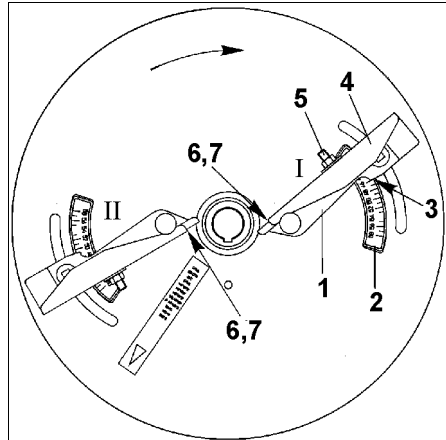

Fig. 48
erfolgt über die Teleskopschaufeln (Fig. 48/1) nach Angaben der Streutabelle in Abhängigkeit der auszustreuenden Düngersorte und dem Abstand der ersten Fahrspur vom Feldrand wie folgt:
- Teleskopschaufeln (Fig. 48/1) auf der Streuscheibe nach Lösen der jeweiligen Knebelmutter im Bereich der Skala (Fig. 48/2) verschwenken. Zahlenwert an Ablesekante (Fig. 48/3) ablesen und Knebelmutter wieder anziehen.
- Schaufelaußenteil (Fig. 48/4) nach Lösen der Mutter (Fig. 48/5) auf der Skala (Fig. 48/6) auf einen höheren Buchstabenwert einstellen. Abgelesen wird die jeweilige Stellung des Schaufelaußenteils an der Ablesekante (Fig. 48/7) auf der Skala.